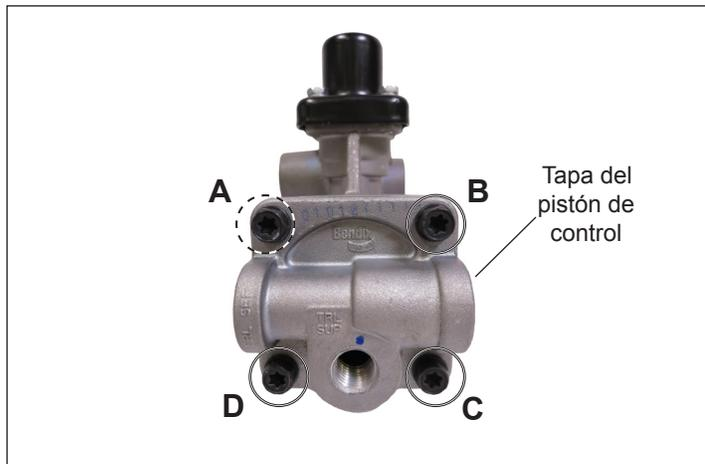

Figura 3: Tornillos de la tapa del pistón de control
2. Se debe girar la conexión en el puerto de suministro del remolque para completar este paso. Gire la conexión solamente hacia la izquierda (para soltar) no más de 90°. (*Consulte la figura 3.*)
3. Gire la tapa nuevamente en su posición e instale los tres tornillos. Apriete los cuatro tornillos en un patrón cruzado a 11 Nm (100 lb-pulg.). (A, C, D y luego B). (Consulte la figura 3.)